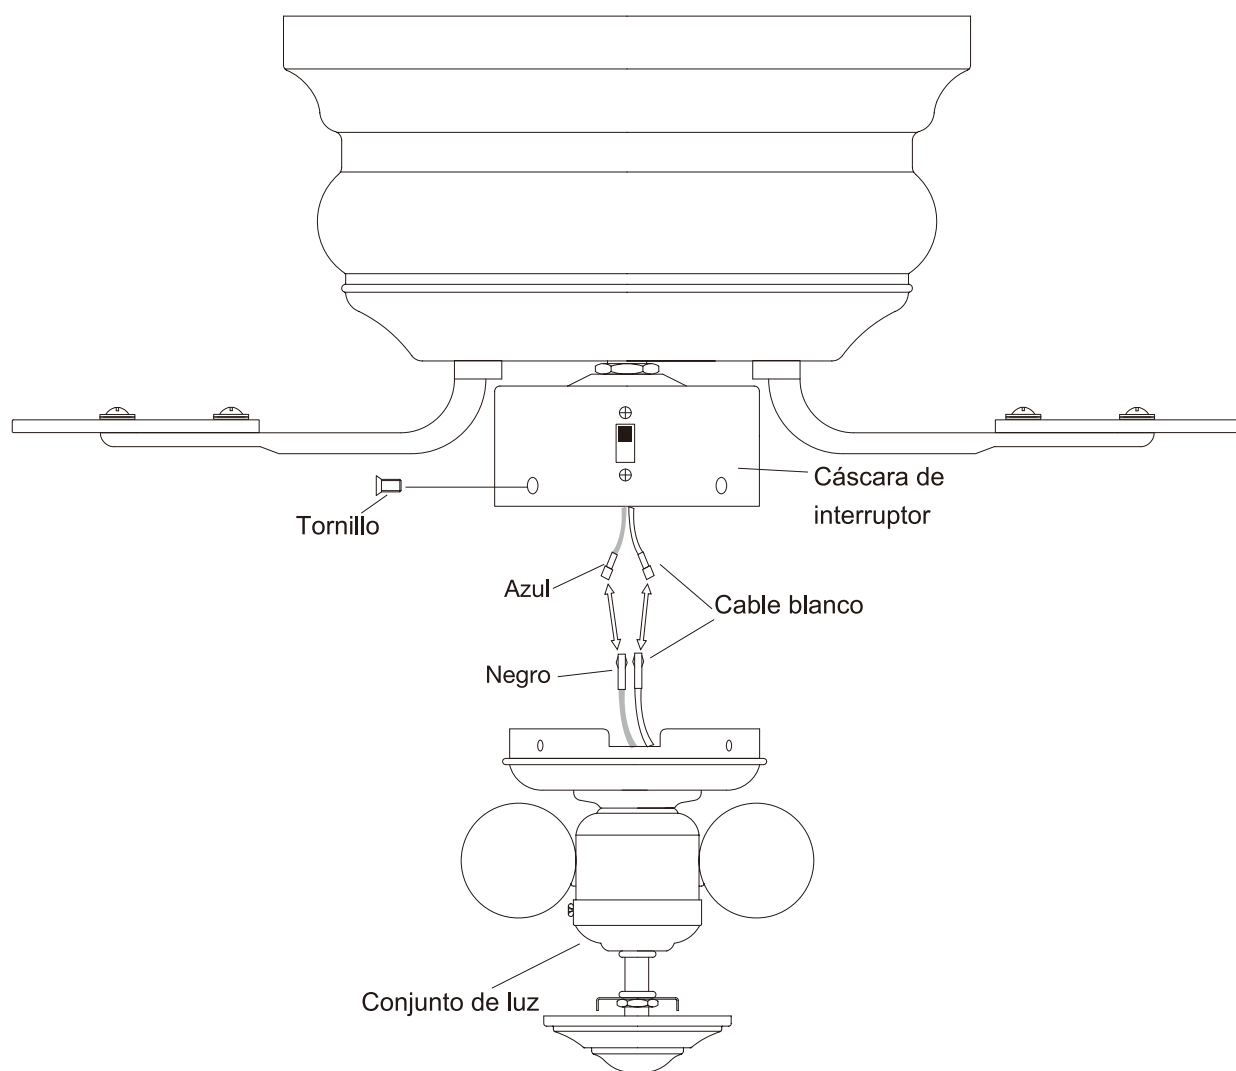

FIG. 11
Paso 1. Quite tres tornillos del conjunto de luz. Sujeta la conjunto de luz bajo el ventilador. Conecte el cable blanco del motor con el cable blanco del conjunto de luz. Conecte el cable azul del motor con el cable negro del conjunto de luz. (Fig.11)